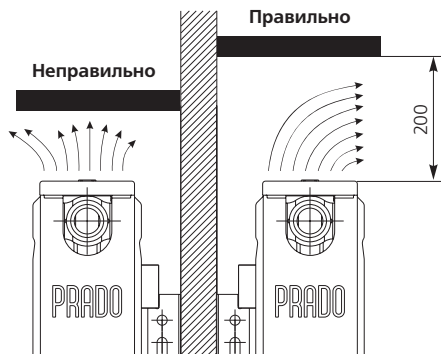

Рис. 12. Схема установки радиатора под подоконником
- установки в помещениях медицинских учреждений радиаторов типа 10Z, 20Z и 30Z без специальных кронштейнов, обеспечивающих зазор между стеной и прибором не менее 60 мм (стр. 17, 19 и рис. 12);
- слишком малого зазора между верхом радиатора и низом подоконника (менее 90% глубины радиатора в установке при высоте радиатора 500 мм и 75% - при высоте 300 мм), т.к. при этом уменьшается тепловой поток радиатора (рис. 12);